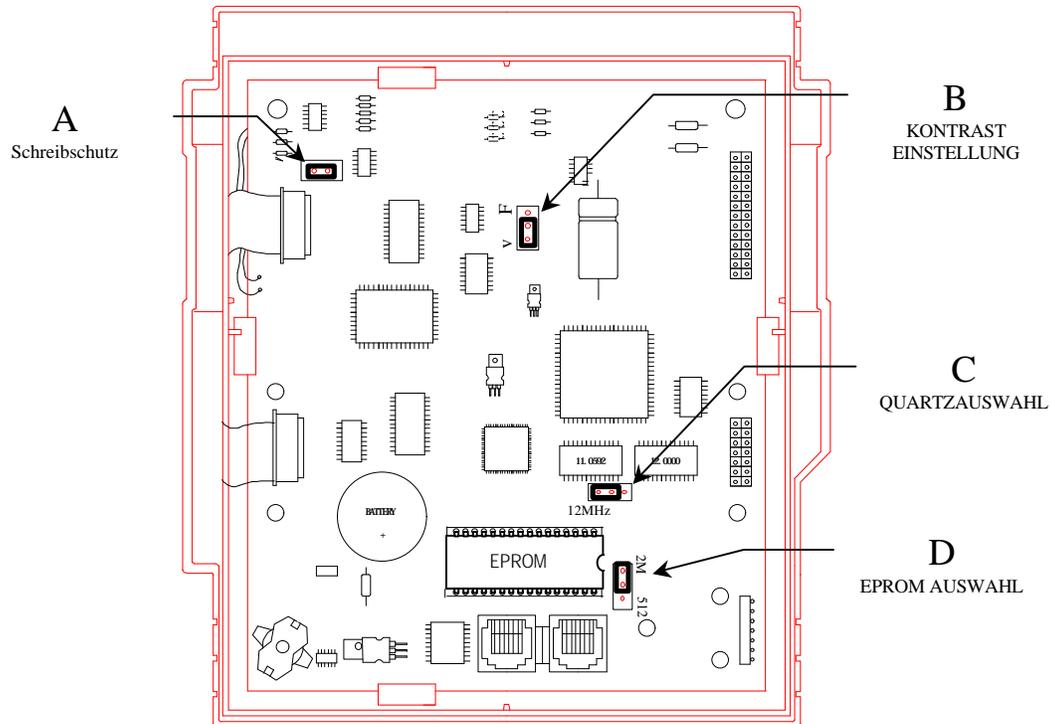

Abb. 20 – Hiromatic G Rückseite
**Eproms nur im stromlosen Zustand wechseln! Eproms nur mit geeignetem Spezial-Werkzeug abziehen (keinesfalls mittels Schraubenzieher!) Beim Einbau auf richtige Position und die Richtung der Markierung des Eproms achten (siehe dazu Abb. 1 im Kapitel Microface Evolution für Microface, und Abb. 20 im Kapitel 2.10.2 für Hiromatic.**